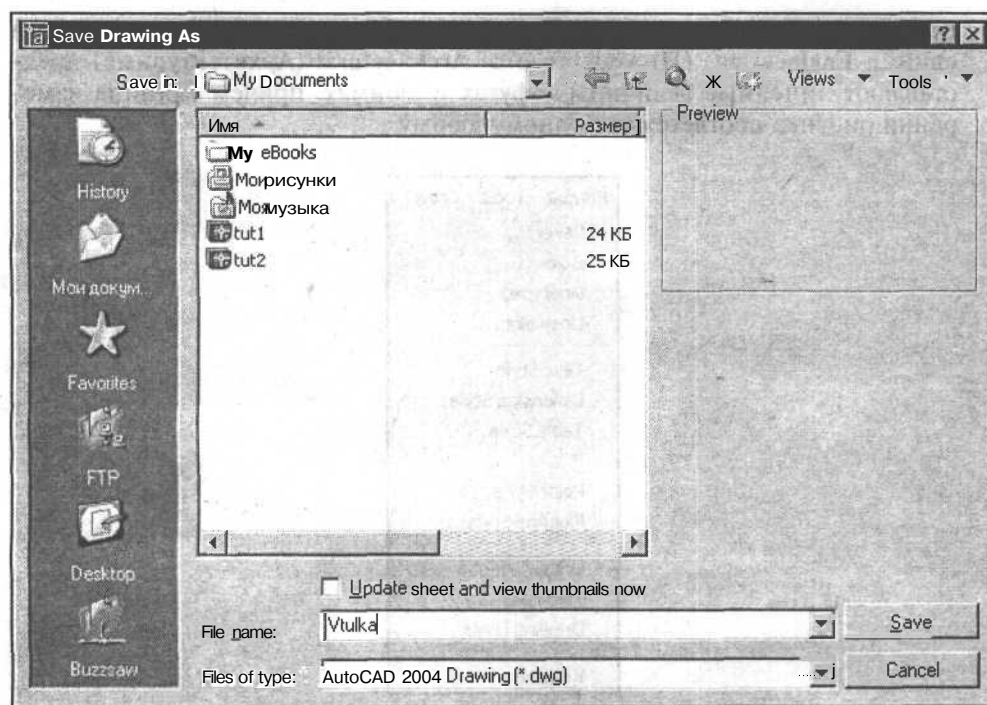

Рис. 2.2. Диалоговое окно настройки сохранения файла
- Выберите в нем **Save As** (Сохранить как). Появится диалоговое окно **Save Drawing As** (Сохранение рисунка) (рис. 2.2), в котором сделайте следующие настройки: